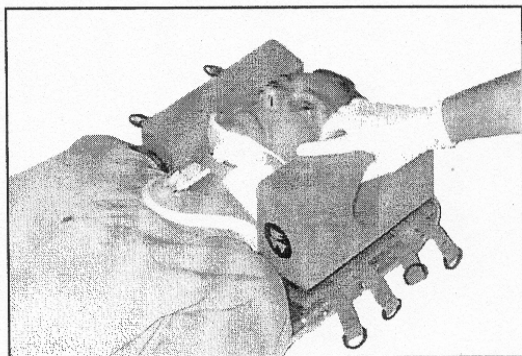

Fig. 6 Bruk av den vinklede siden på støtteputene når pasienten ligger på en Scoop-båre
4. Dersom pasienten ligger på en Scoop-båre, plasser den vinklede siden på støtteputene mot pasientens hode (fig. 6). Enden på hver pute bør berøre pasientens skuldre.